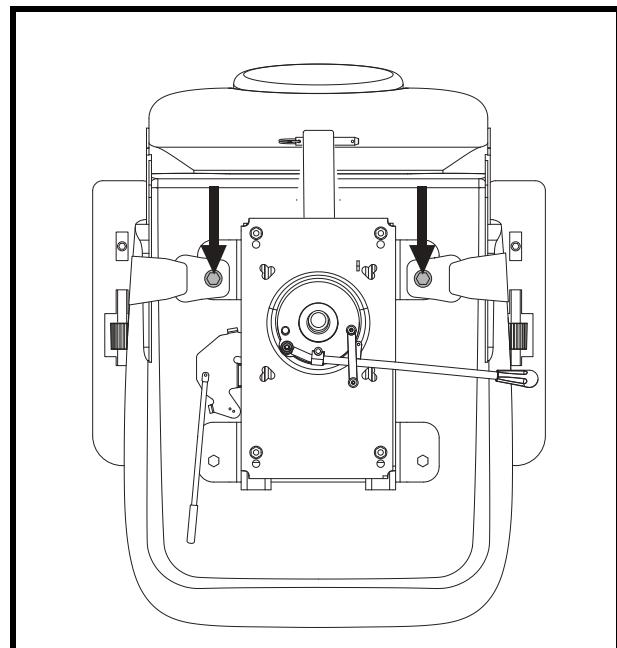

Figura 18. Bulloni per cinture di sicurezza
2. Posizionare la seduta a testa in giù per poter lavorare sulla base della seduta. Vedere figura 18.